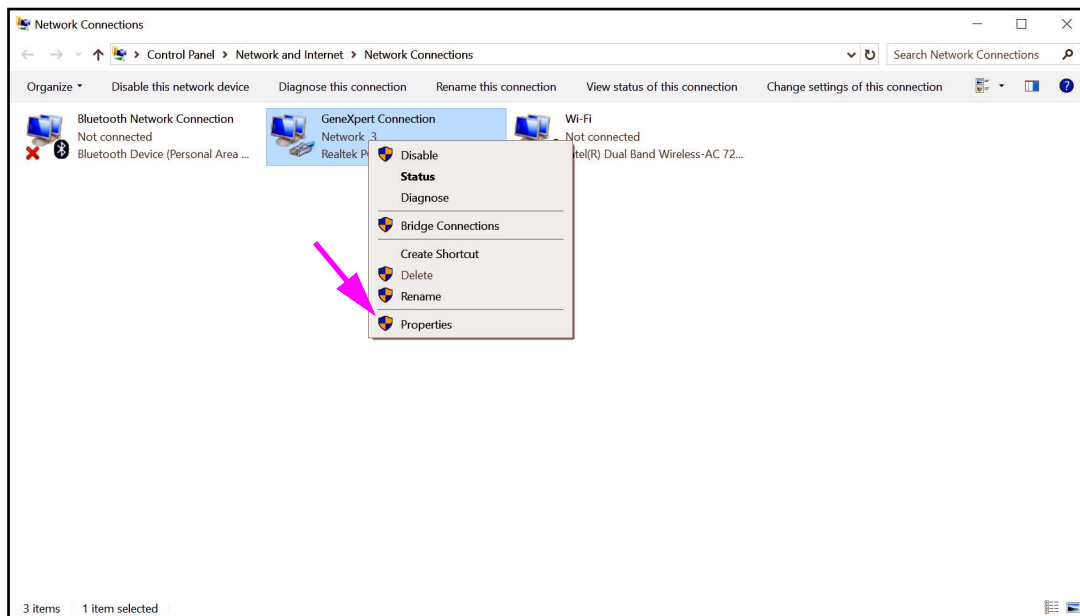

Abbildung 2-47. Bildschirm „Network Connections“ (Netzwerkverbindungen) mit Dropdown-Menü
6. Klicken Sie mit der rechten Maustaste auf den Eintrag **GeneXpert Connection (GeneXpert Verbindung)**. Daraufhin öffnet sich ein Dropdown-Menü. Siehe Abbildung 2-47.